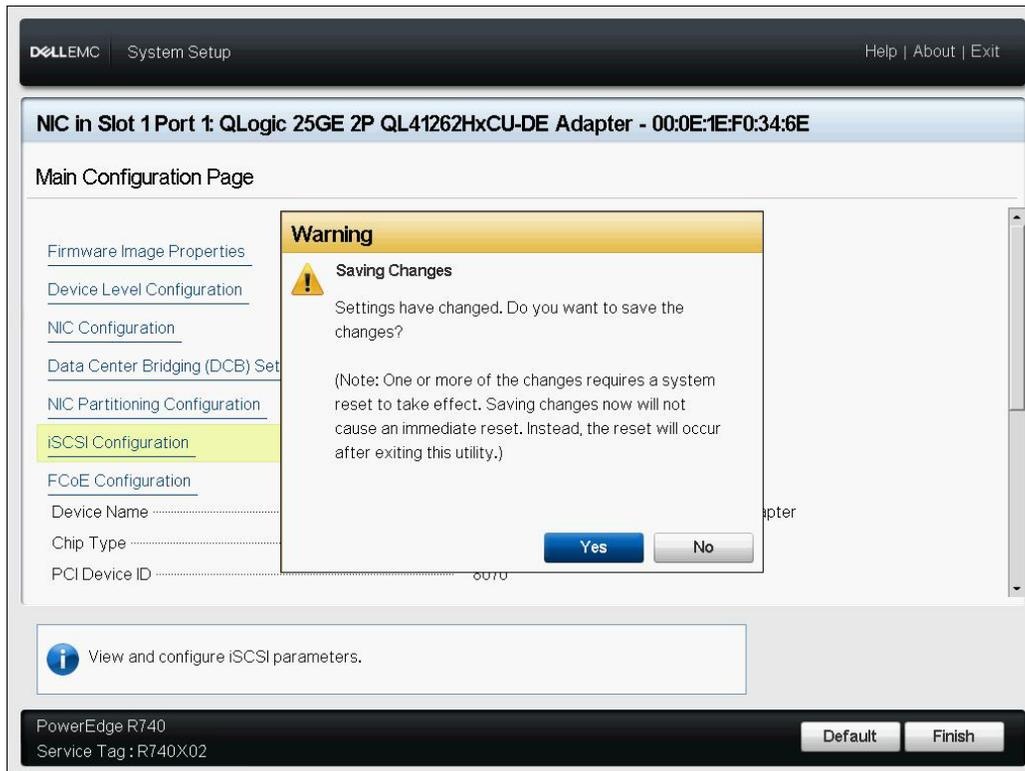

Abbildung 9-14. Systemeinrichtung: Speichern der iSCSI-Änderungen
14. Klicken Sie zum Speichern der Änderungen auf **Yes** (Ja) oder folgen Sie den OEM-Richtlinien zum Speichern der Konfiguration auf Geräteebene. Klicken Sie beispielsweise auf **Yes** (Ja), um das Ändern der Einstellung zu bestätigen (Abbildung 9-14).